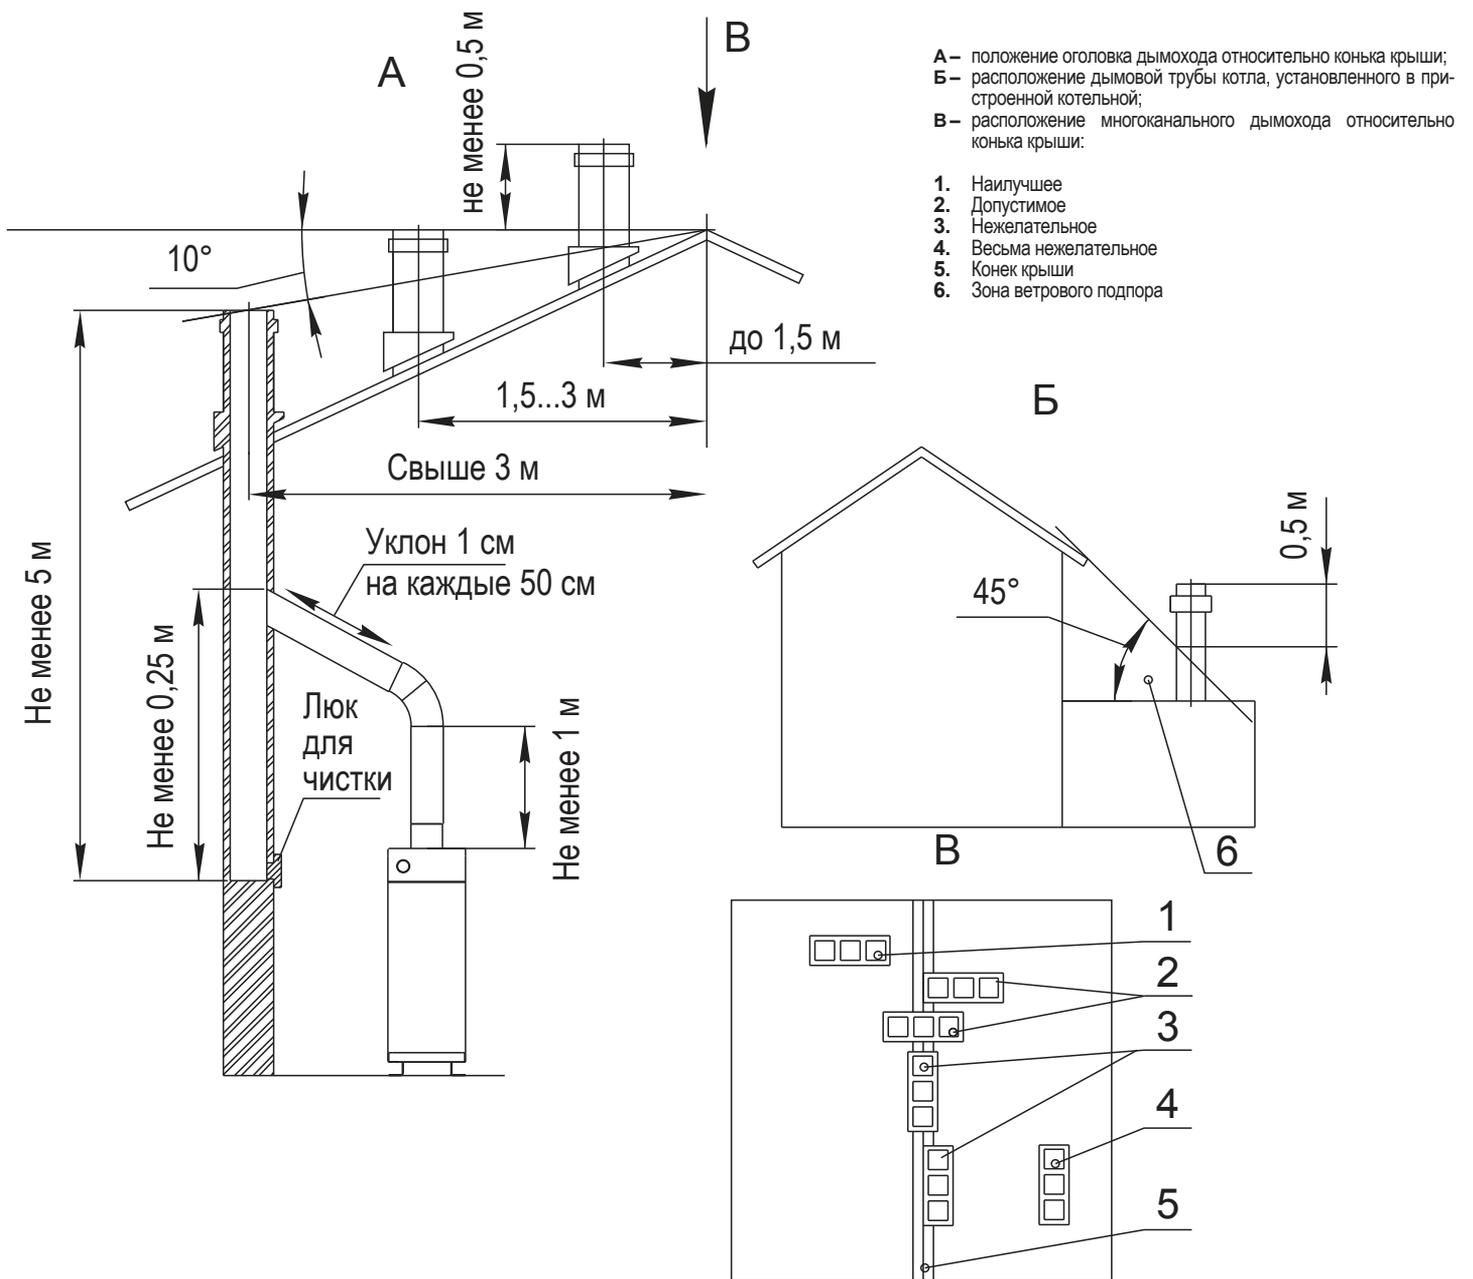
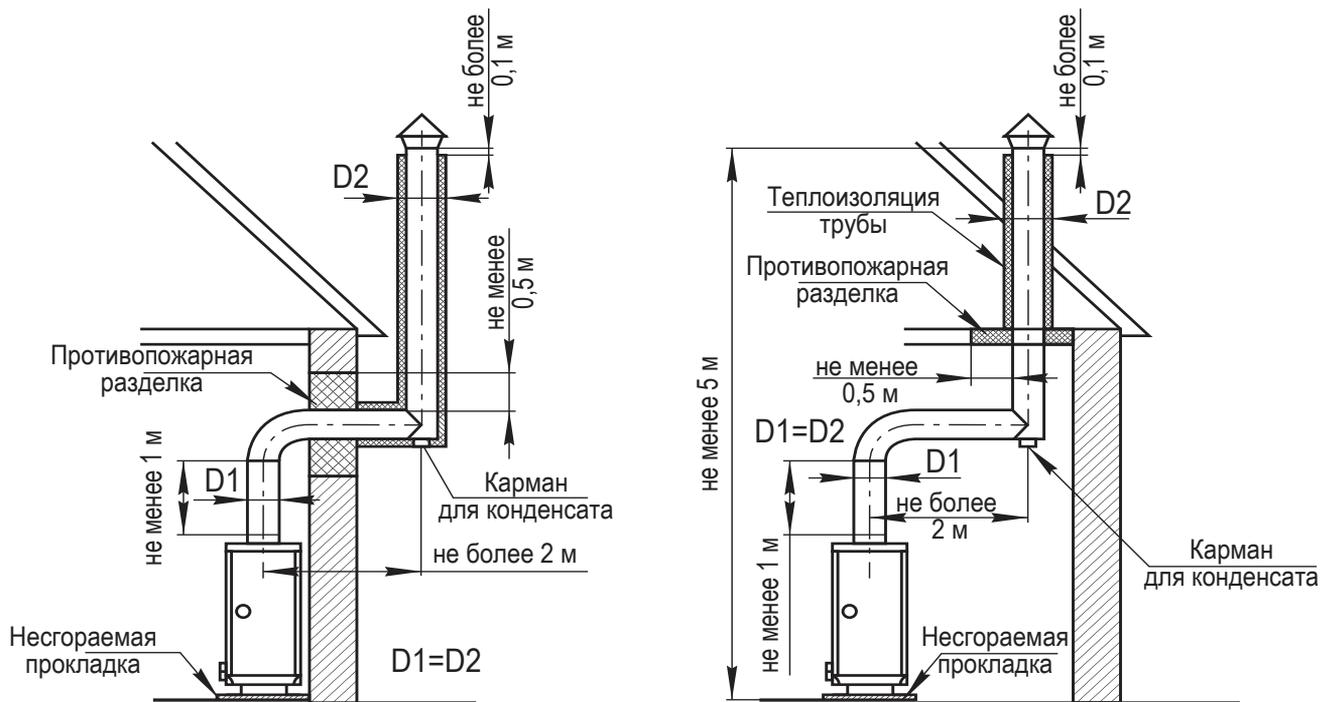

рис. 5 – Схема расположения дымовой трубы
рис. 6 – Схема установки дымовой трубы с выводом через стену и с выводом через потолочное перекрытие
5.3 Котел работает при естественной тяге, создаваемой дымовой трубой за счет разницы холодного и нагретого воздуха, поэтому устройство дымовой трубы должно отвечать следующим требованиям (см. рис. 5, рис. 6):
- высота трубы над крышей должна быть не менее размеров, указанных на рис. 5, 6. Обратите внимание на положение оголовка трубы с несколькими каналами относительно конька крыши;